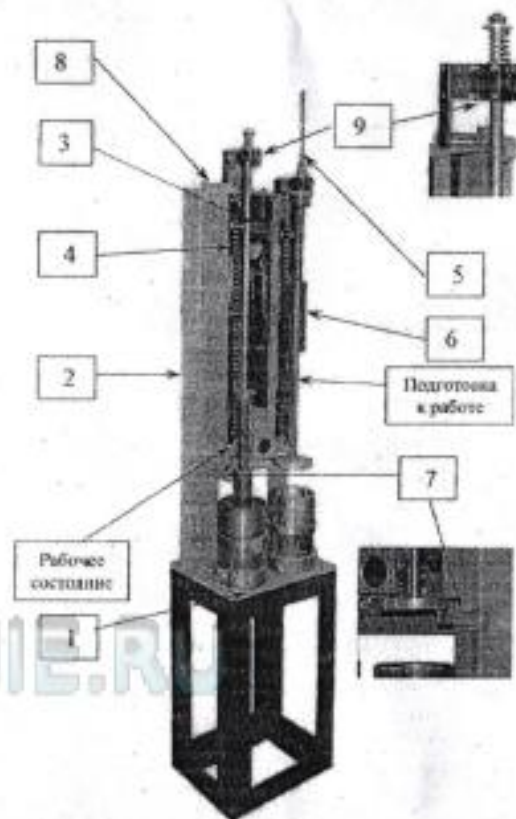

Рис. 1
5.2.1 Полуавтоматический прибор для стандартного уплотнения грунта (рис. 1) состоит из следующих основных узлов: стола 1, стойки 2, электродвигателя, натяжного блока 3, блока звездочек, двух цепных передач 4, направляющих штанг 5, двух грузов 6, уплотняющего диска 7, фиксатора груза 8, фиксатора 9, пульта (рис.2).